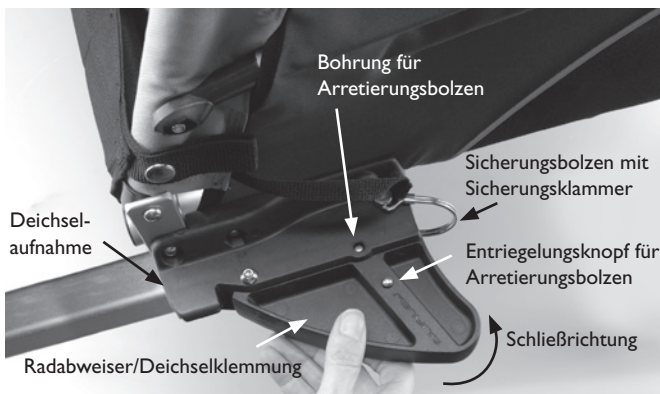

Abbildung 15: Korrekt gesicherte Deichsel (Fahrbetrieb)
8. Fixieren Sie den Sicherungsbolzen, indem Sie die Sicherungsklammer drehen und auf der Unterseite der Deichselaufnahme über das Bolzenende spannen (s. Abbildung 8). Vor jedem Gebrauch des Anhängers muss überprüft werden, ob der Sicherungsbolzen korrekt sitzt (s. Abbildung 15).
10. Schwenken Sie den Radabweiser vollständig nach innen. Dabei müssen beide Arretierungsbolzen der Deichselklemmung vollständig in den dafür vorgesehenen Bohrungen auf Ober- und Unterseite der Deichselaufnahme einrasten (s. Abbildung 15).